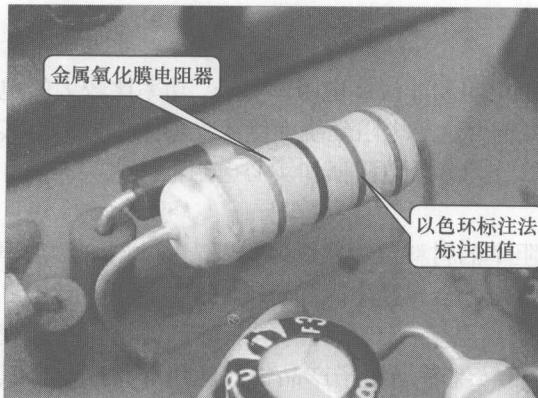

图 1-12 金属氧化膜电阻器
③ 金属氧化膜电阻器。金属氧化膜电阻器是将锡和锑的金属盐溶液以高温喷雾的方式沉积在陶瓷骨架上制成的。因为采用的是高温喷雾技术，所以它的膜层均匀，与陶瓷骨架结合得结实且牢固，比金属膜电阻器更为优越，具有抗氧化、耐酸、抗高温等特点。图 1-12 所示为金属氧化膜电阻器的实物外形。这种电阻器通常采用色环标注法标注阻值。